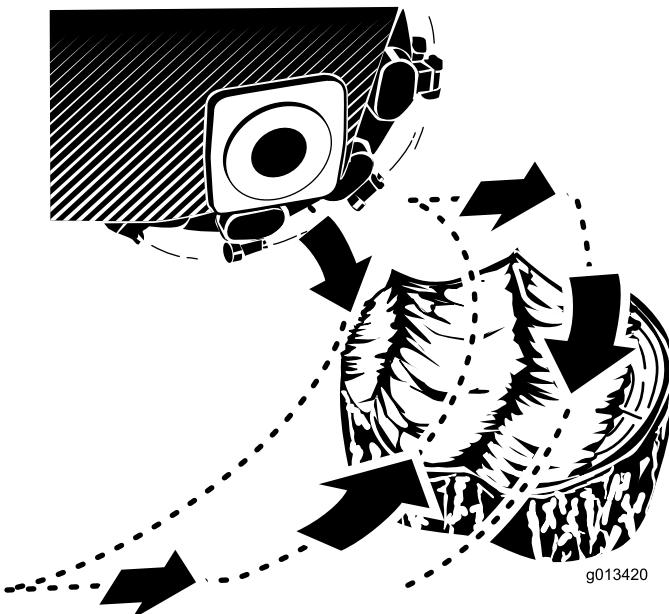

Bild 22
2. Positionieren Sie die Fräse mit dem Fräsensteuerhebel und dem Fahrantriebshebel zu einer Seite an der Vorderseite des Baumstumpfs, ca. 2,5 cm unter der Oberfläche (Bild 22).
4. Pendeln Sie die Fräse langsam mit dem Fräsensteuerhebel über die Oberfläche des Baumstumpfs und schneiden Sie Splinter ab (Bild 22).
5. Versetzen Sie die Maschine etwas nach vorne und wiederholen Sie Schritt 4 (Bild 22).
6. Wiederholen Sie die Schritte 4 bis 5, bis Sie die ganze Oberfläche des Baumstumpfs abgefräst haben (Bild 22).